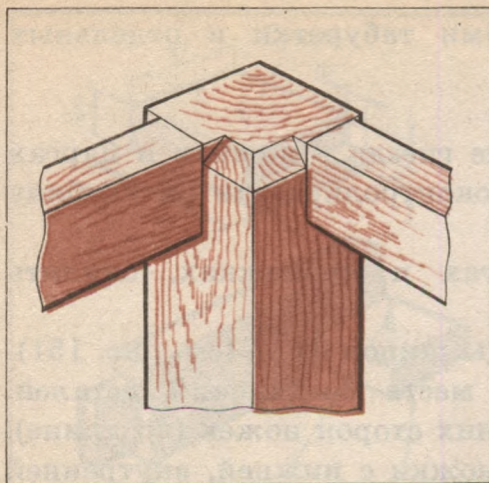

Рис. 158. Срезание углов ножек с внутренней стороны.
12. Отпилить припуск у ножек сверху (рис. 158).
2. Верх корпуса табуретки выстрагивать только с двух сторон, чтобы предупредить скалывание кусочков древесины. Перед выполнением этой операции необходимо срезать углы ножек с внутренней стороны (см. рис. 158).